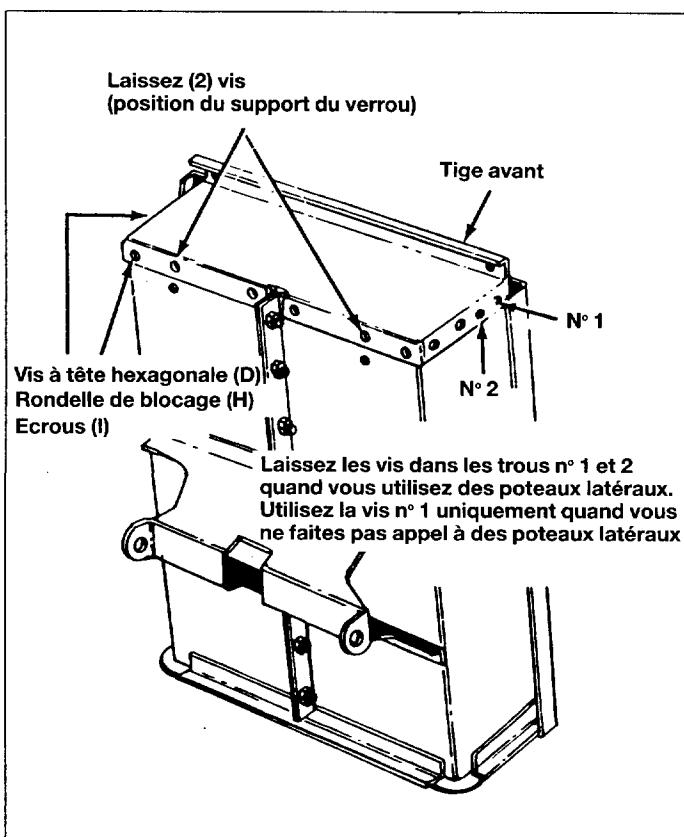

Fig. 8
13. Montez la tige avant contre la partie ouverte de la remorque. Utilisez des vis à tête hexagonale de 6 mm×12 mm (D), des rondelles de blocage (H) et des écrous (I). Les têtes des vis doivent être du côté intérieur de la remorque. Voir la figure 8.
**REMARQUE!** Laissez les vis dans les trous n° 1 ou n° 2 lorsque vous utilisez des poteaux latéraux. (Équipement spécial). Voir la figure 8.